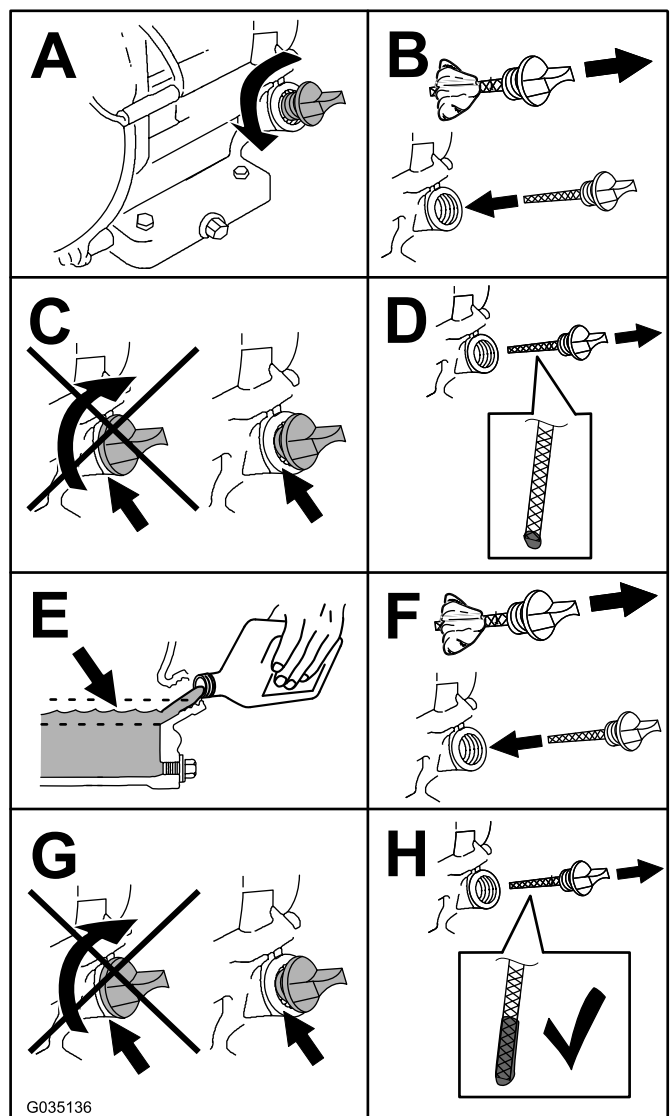

Figura 42
5. Compruebe el nivel de aceite como se muestra en Figura 42.